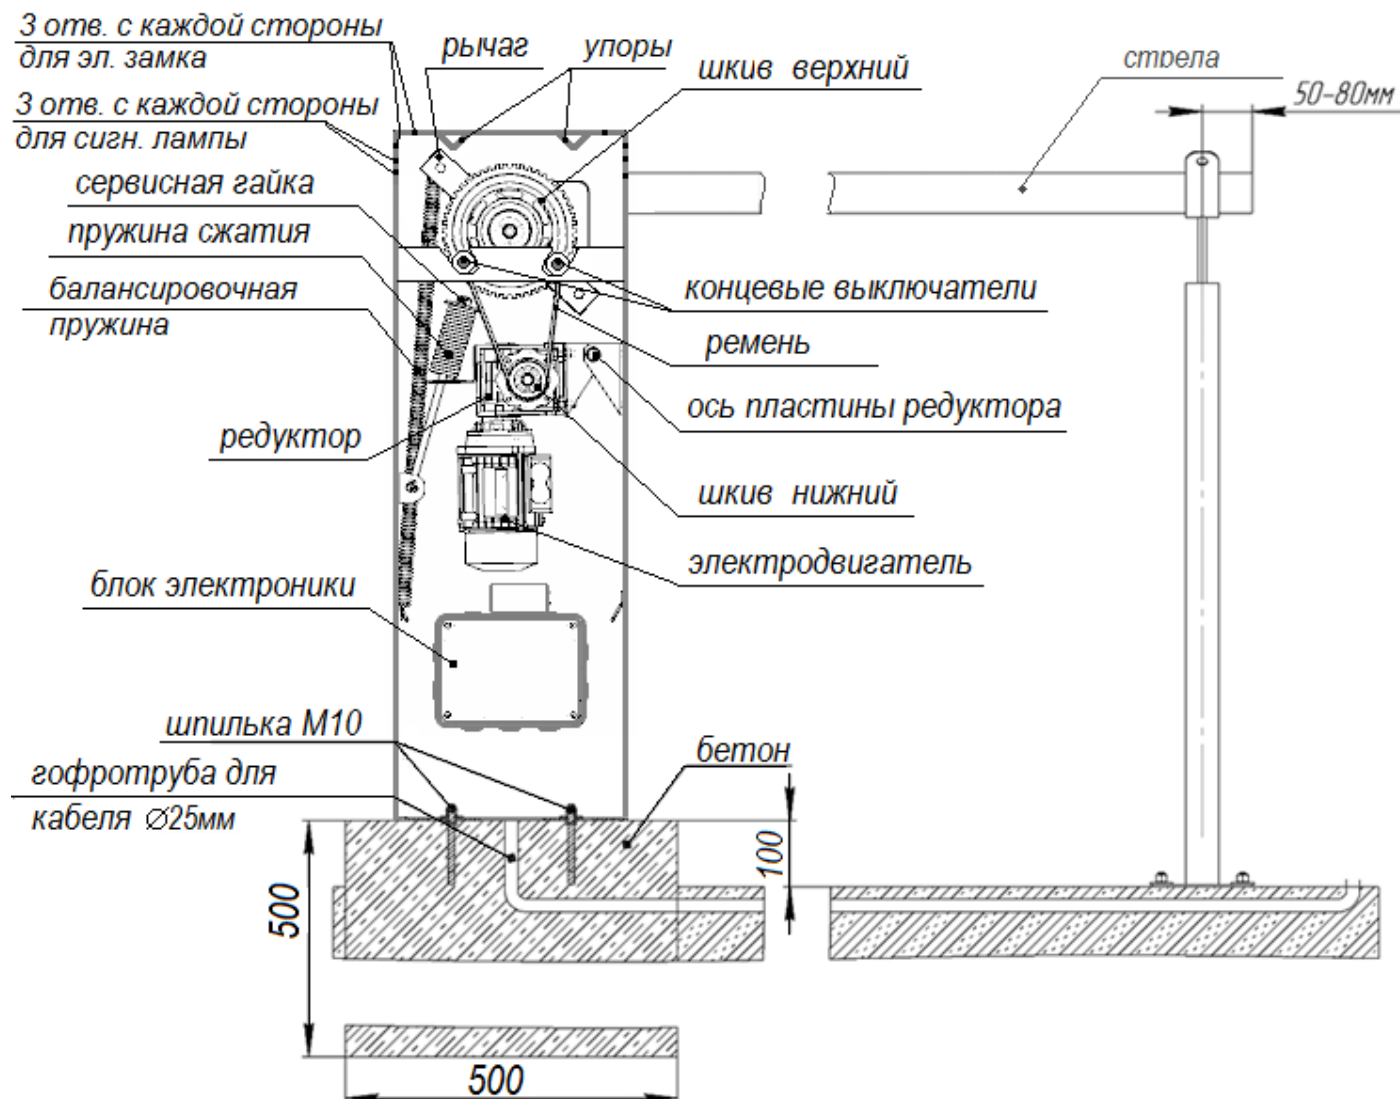

Рисунок 1
Шлагбаум следует установить на фундамент размером 500x500x500 из бетона марки не ниже М400. При заливке необходимо использовать монтажный комплект: монтажную раму и анкеры, при этом каждый анкер должен выступать над поверхностью фундамента своей резьбовой частью на высоту не менее 40 мм. Сам фундамент должен выступать над уровнем проезжей части не менее 100мм (см. Рисунок 1, 2)
На производстве шлагбаумы собираются в правостороннем исполнении (если смотреть со стороны крышки тумбы, стрела с права см. Рисунок 1, 2).
- * Переставить балансирующую пружину с левого крепления на рычаге и зацепе на правое крепление (см. Рисунок 1).
Концевые выключатели настраиваются таким образом, чтобы при срабатывании выключателя рычаг останавливался на расстоянии 1-2 мм от упоров, расположенных на верхней поверхности корпуса шлагбаума, не касаясь их (см. Рисунок 1).
Сигнальная лампа подключается к разъему X3. Напряжение ~220В. Активируется при движении стрелы шлагбаума. Лампа крепится с боку корпуса шлагбаума (см. Рисунок 1)